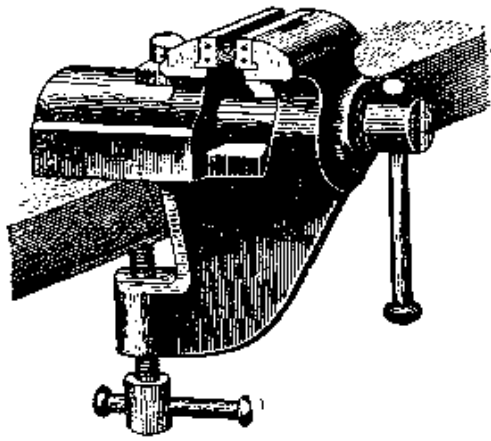

Рис. 47. Тиски параллельные верстачные
9. Тиски параллельные верстачные со вставными стальными губками шириной 60 см (рис. 47).